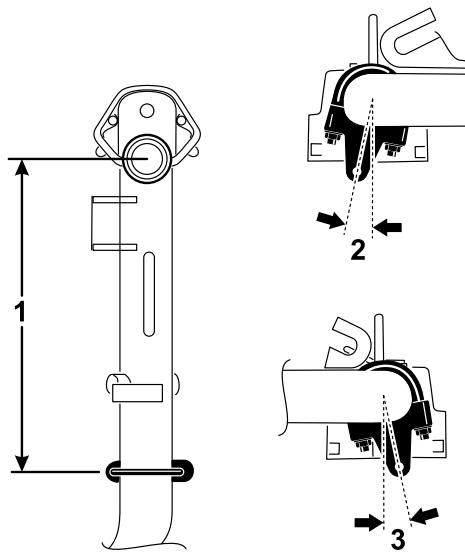

**Figura 4**
**Nota:** Consulte Figura 4 para determinar el número de cada brazo de elevación.